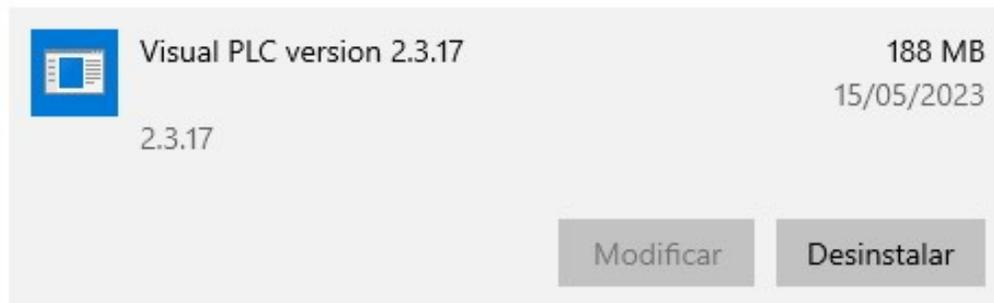

FIGURA 11
1. Si desea desinstalar Visual PLC, puede hacer clic en la opción de Inicio-> Programas->Desinstalar Visual PLC en Visual PLC (ver figura 11)